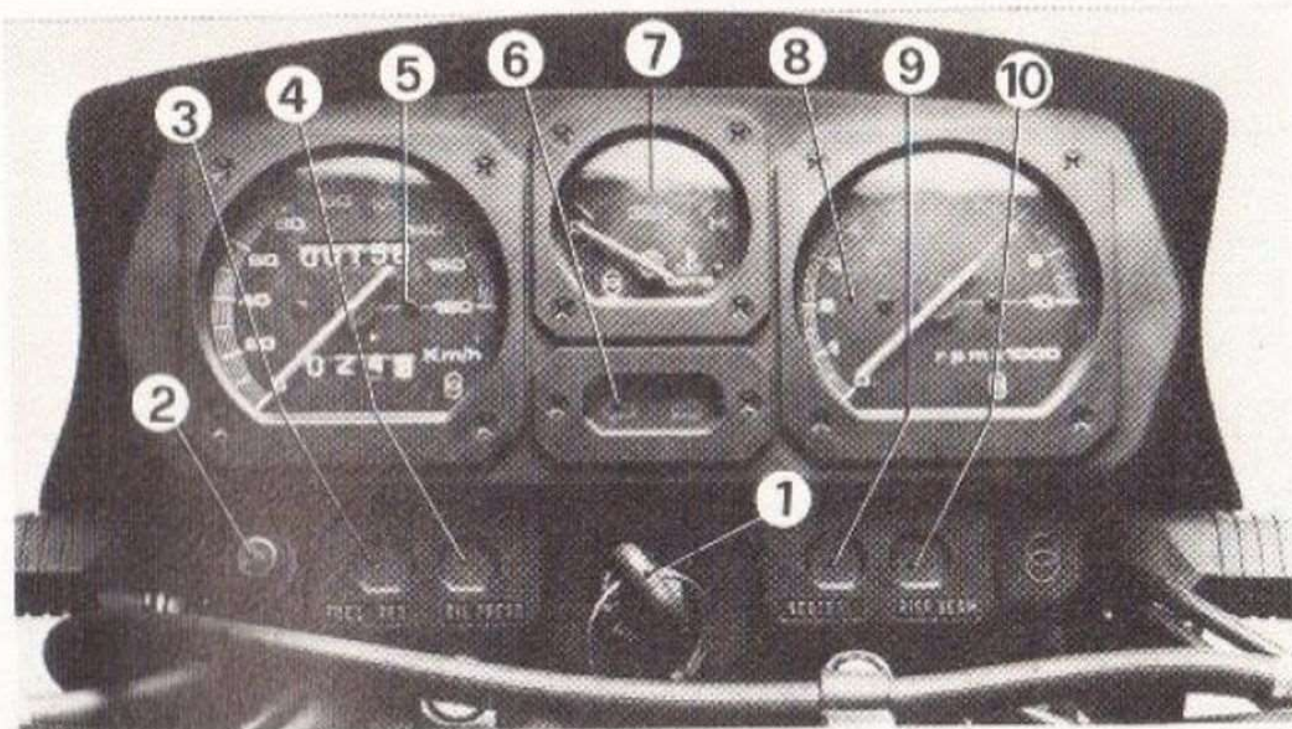

Fig. 7
— La spia luminosa sul cruscotto (Fig. 7 Part. 3) segnala anticipatamente la necessità di ruotare il rubinetto benzina sulla posizione di riserva.
**Una apposita spia sul cruscotto (Fig. 7 Part. 4) segnala la carenza di pressione nel circuito; il controllo va effettuato con motore caldo al regime di minimo.**